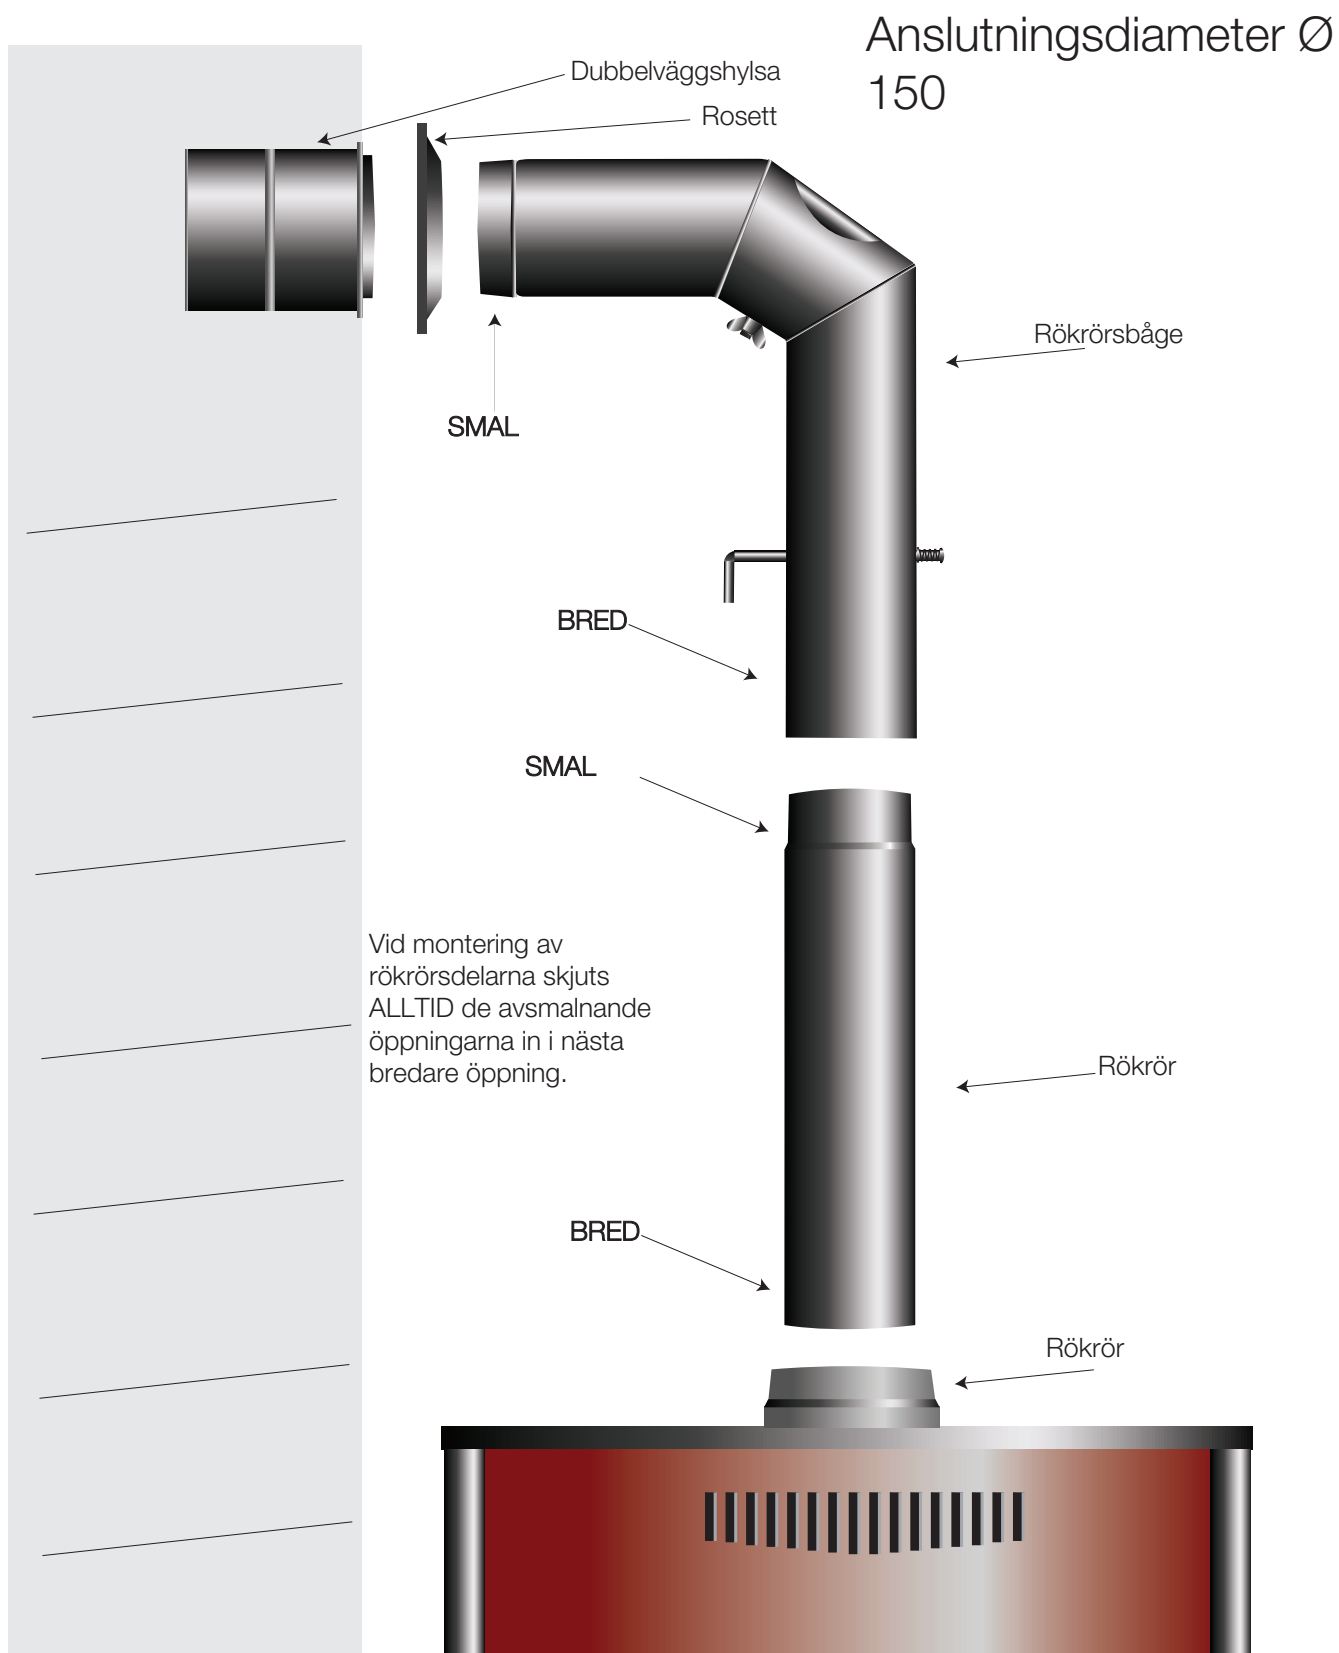

Bild 3 Anslutning av kaminen till skorstenen
4. Bild 3 Anslutning av kaminen till skorstenen	Sida 6